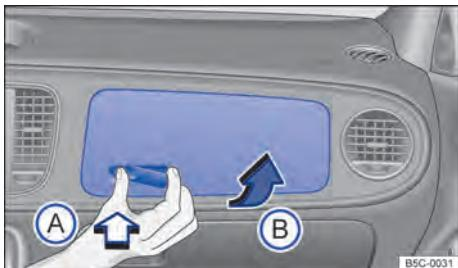

Fig. 92 No lado do passageiro dianteiro: abrir o porta-luvas superior.
Para *abrir*, pressionar o rebaixo da alavanca ⇒ Fig. 92 (seta ①). Então, rebater a tampa do porta-luvas pra cima, pela alavanca saliente ⇒ Fig. 92 (seta ②).